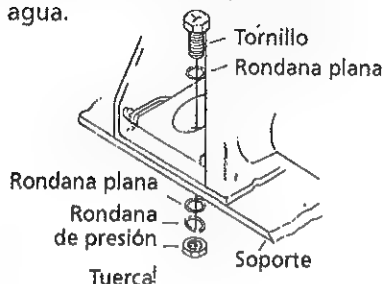

Figura 7
El cabrestante puede montarse en posición horizontal o vertical (Figura 7.) No monte el cabrestante donde haya la posibilidad de que se sumerja en agua. El cabrestante resiste la lluvia, pero no es a prueba de agua.
Perfore dos orificios de 7/16" (12 mm) de diámetro con las líneas centrales a exactamente 93.66 mm (3-11/16") de distancia (Figura 7) en el soporte elegido para el cabrestante. Sujete el cabrestante con los dos (2) tornillos de cabeza hexagonal de 3/8"-16. Asegúrese que los herrajes sean ensamblados como se muestra. Apriete los herrajes con 35 lb. ft. de torsión.